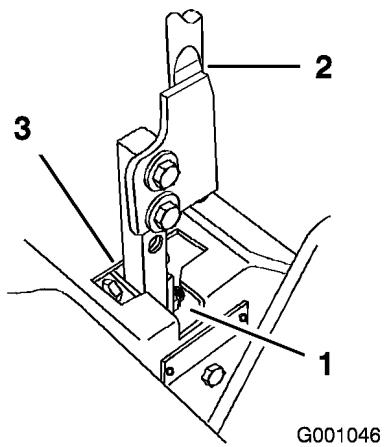

Figura 69
- Mueva la palanca a la posición de punto muerto, pero **no a la posición de bloqueo** (Figura 69).
- Tire hacia atrás de la palanca hasta que el pasador (en el brazo debajo del eje pivotante) entre en contacto con el extremo de la ranura (empezando justo a tensar el muelle) (Figura 69).
- Compruebe la posición de la palanca de control con relación a la muesca de la consola (Figura 69). Debe estar centrada para que la palanca pueda girar hacia fuera a la posición de bloqueo/punto muerto.